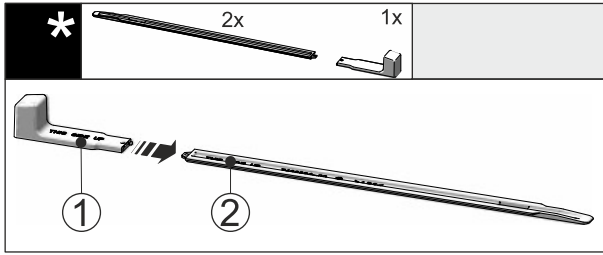

Fig. 50
- ▶ 将安装手柄 Fig. 50 (1) 插到水平导轨 Fig. 50 (2) 上。